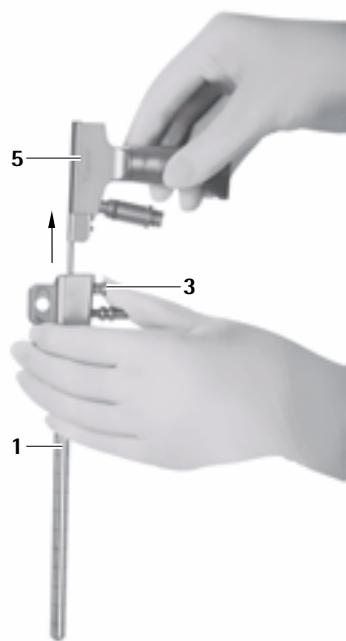

Fig. 8
► Premere il pulsante di rilascio **3** ed estrarre l'endoscopio **5** dal trocar MINOP inVent **1**, vedere Fig. 8.